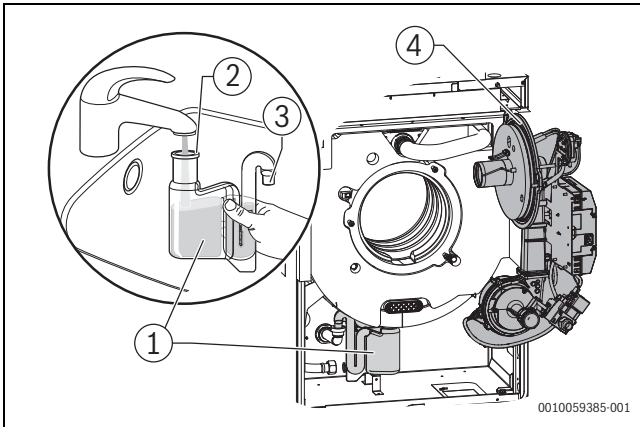

Bild 69 Siphon reinigen
- ▶ Vor Brennermontage den richtigen Sitz des O-Rings (→ Bild 69, Seite 39) überprüfen und ggf. korrigieren.